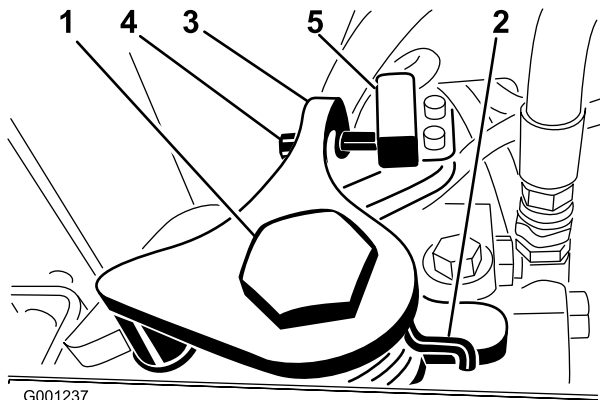

Figura 56
3. Afloje el tornillo de retención del lado opuesto de la leva de ajuste de la tracción (Figura 56).
7. Ajuste el tornillo del brazo de retorno a punto muerto (Figura 56) hasta que quede un espacio de 2,286 a 3,048 mm entre el extremo del tornillo y el contacto del interruptor.